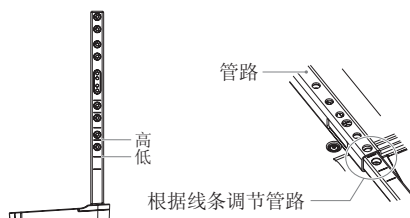

图 1
1. 立柱上的线条是高度调节指示 (图 1)。请根据线条调节管路。